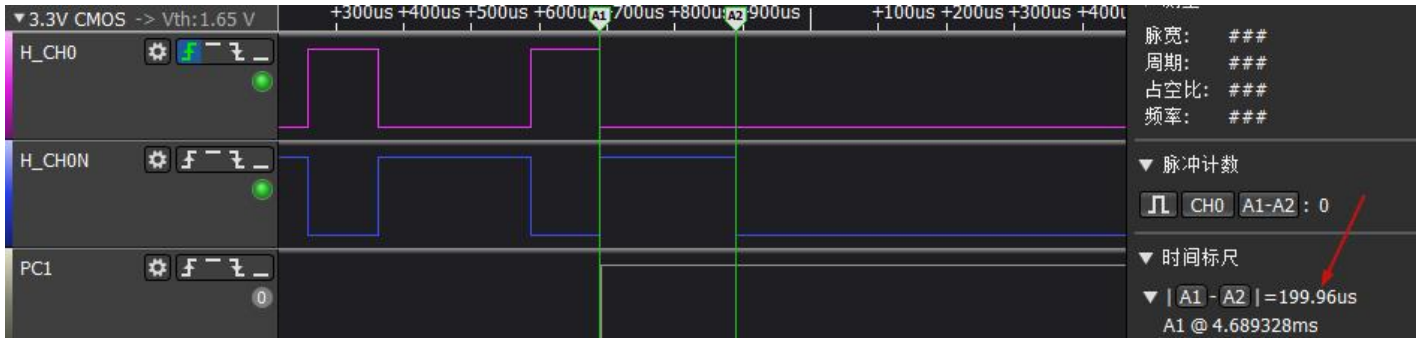
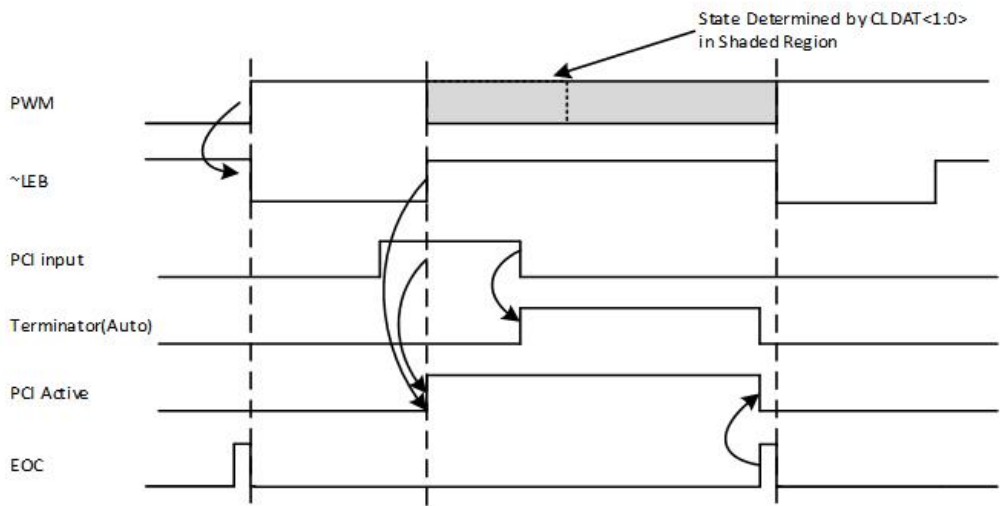

图 0 波形示意图
图 4.1 LEB 效果示意图
- PCI 的 active 信号置 1 的时刻，落在 LEB 计时范围内，可以产生预期的消隐（图 0）效果。下图 4.1 为用户手册 TIMH，17.4.4.7 节对 LEB 的描述。下面展示的情况是，active 信号置 1 时刻越过 LEB 计时范围。